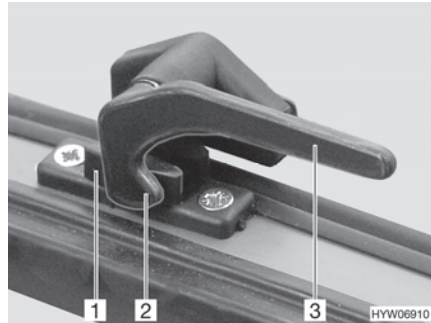

Bild 46 Verriegelungshebel in Stellung "geschlossen"
- Den Verriegelungshebel (Bild 46,3) eine viertel Umdrehung zur Fenstermitte hin drehen.
- Den Verriegelungshebel (Bild 46,3) eine viertel Umdrehung zum Fensterrahmen hin drehen. Die Verriegelungsnase (Bild 46,2) liegt auf der Innenseite der Fensterverriegelung (Bild 46,1).
- in Stellung "fest verschlossen" (Bild 46)